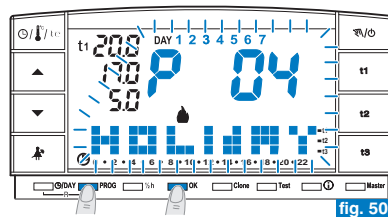

fig. 50
- Appuyer plusieurs fois sur la touche **PROG** jusqu'à faire apparaître sur l'écran l'inscription **P04 HOLIDAY** clignotante ; confirmer en appuyant sur la touche **OK** (fig. 50).